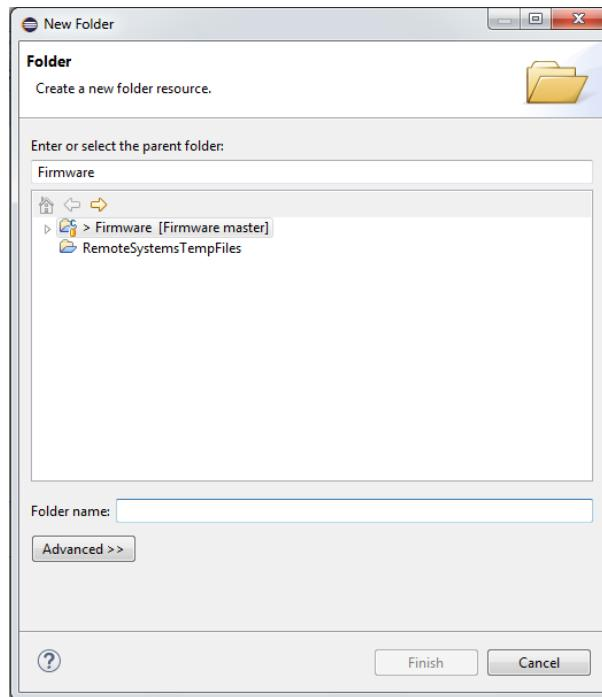

Figura 28: Creación de Nuevo Directorio.Ventana de Creación.
- **Paso 2:** A continuación se abre una ventana como la que se muestra en la Figura 28, que permite designar el nombre del directorio donde se ubica el proyecto que se quiere implementar. El usuario debe recordar que para compilar dicho proyecto debe establecer la ruta que le corresponde sobre el archivo *Makefile*. Asimismo, deben agregarse los directorios *etc*, *mak*, *inc*, y *src*, sobre el directorio creado recientemente.